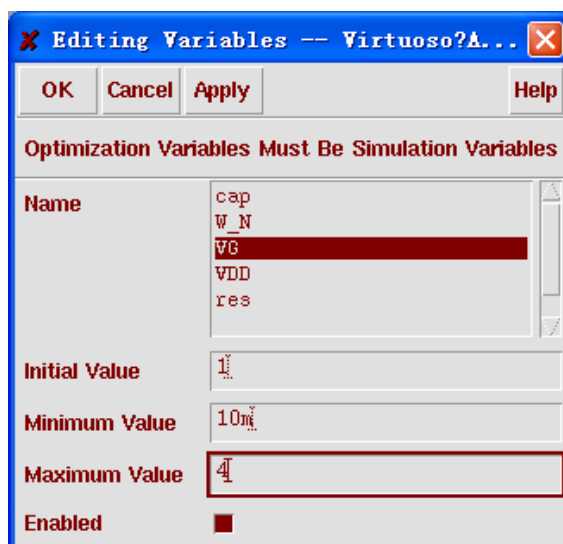

图 11.27 变量“VG”设定后的窗口
- 完成所有设置的“Editing Variables”窗口，如图 11.27 所示。